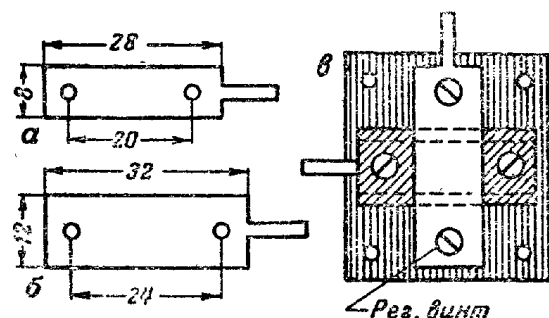

Рис. 22. Устройство плоского подстроечного конденсатора: а — неподвижная пластина; б — подвижная пластина; в — собранный конденсатор.
2. Неподвижная металлическая пластина, форма и размеры которой указаны на рис. 22, а.
3. Подвижная пластина из гартованной (пружинящей) латуни по форме и размерам, указанным на том же рис. 22, б.
Конструкция собранного полупеременного конденсатора изображена на рис. 22, в. Здесь показаны пластины конденсатора (без штриховки), косой штриховкой отмечена слюдяная прокладка, вертикальной штриховкой — изоляционная панелька. Максимальная емкость конденсатора, изготовленного по указанным выше размерам, примерно равна 30—50 мкмкф.